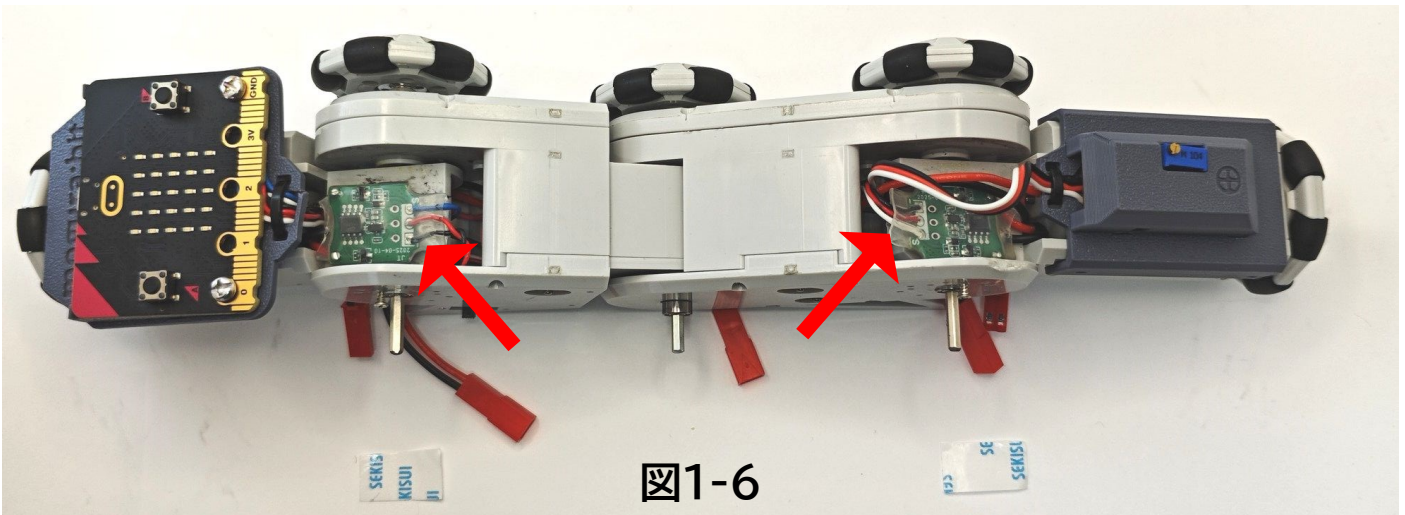

図1-6
6. 図1-6のように各ESCを両面テープでメカモグラに張り付ける。